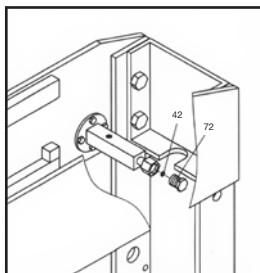

Figure 3
- Assemblez la rondelle en nylon (42) sur le raccord de manomètre (43), puis fixez le manomètre (41) et serrez fermement. Serrez aussi fort que possible, sinon il pourrait y avoir une fuite. (figure 3, 4)